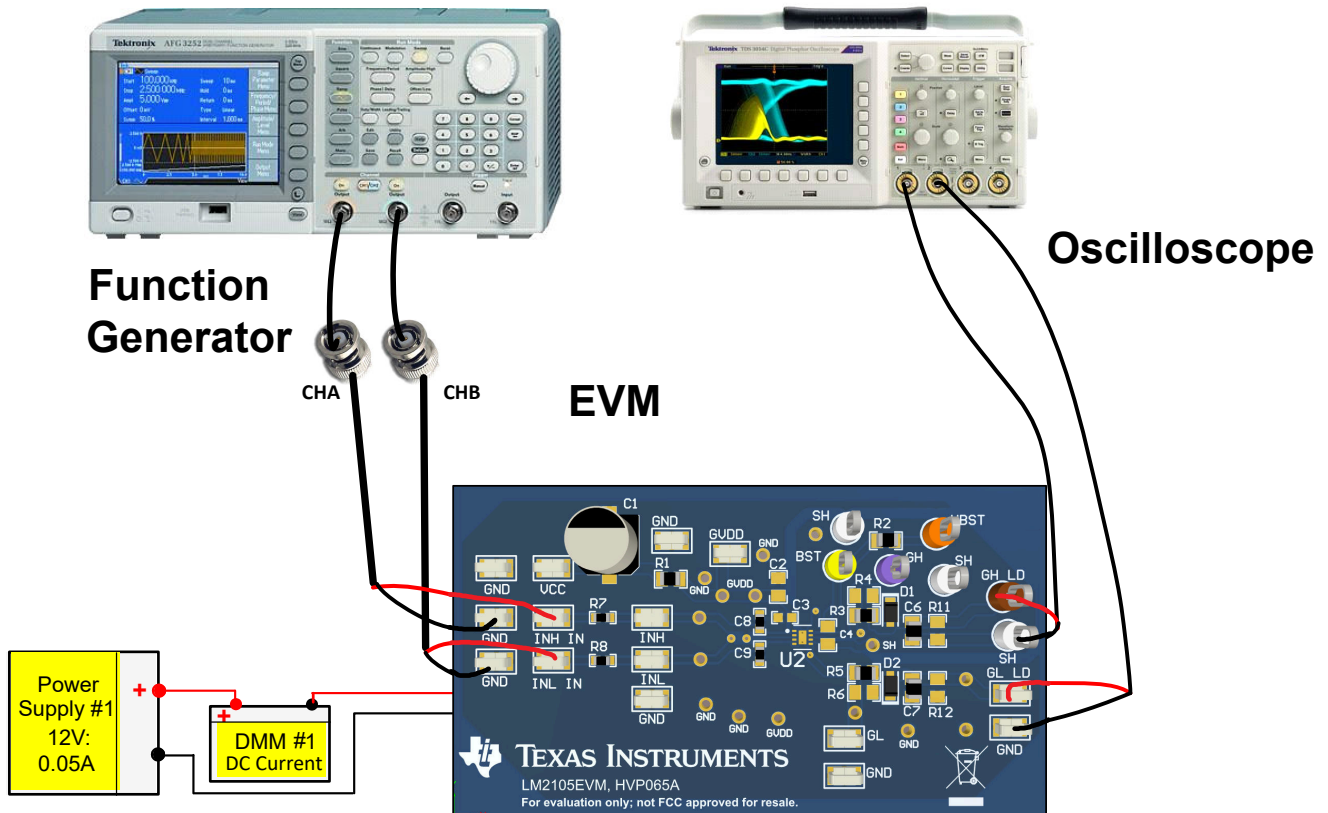

图 4-1. 工作台设置图和配置
该过程详细说明了如何配置 LM2105 评估板。该测试过程中遵循了以下命名约定。有关详细信息，请参阅 LM2105 工作台设置图和配置 (图 4-1)。
使用以下连接过程，请参阅图 4-1。
1. 在开始上电测试过程之前，请根据图 4-1 来验证连接。